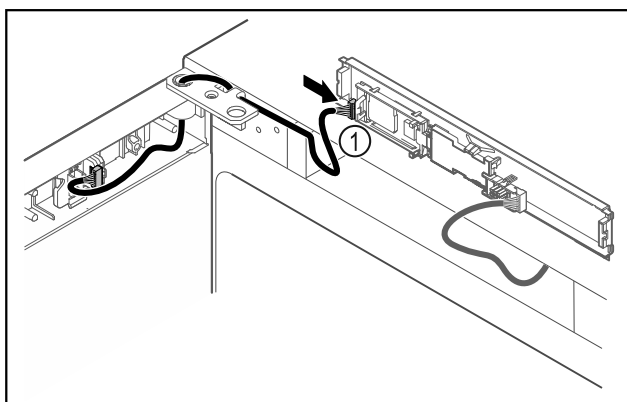

Fig. 49
- ▶ Introduceți fișa Fig. 49 (1) la placa electronică.